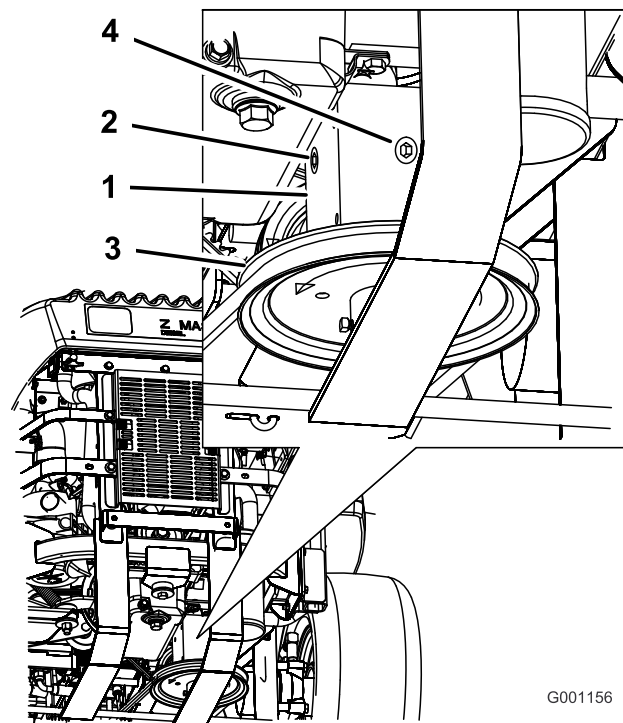

Bild 63
4. Nehmen Sie die Prüfschraube an der Seite oder hinten am Getriebe ab (Bild 63).